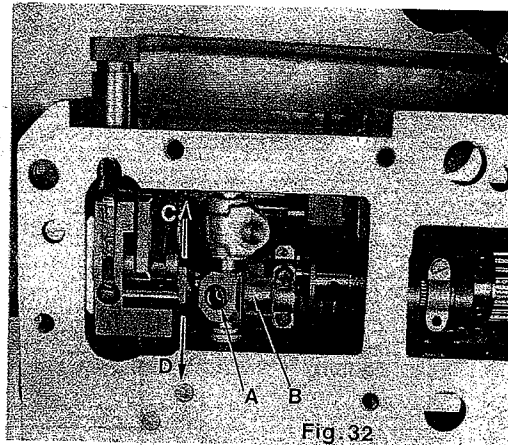

Fig. 32
2. Loosen screw (A, Fig. 32).
3. If the difference between dimension "A" and dimension "B" (Fig. 31) is less than 0,8 - 1 mm = .032 - .04 inch, lever (B, Fig. 32) must be moved in the direction of the arrow to "D".
If the difference is more than 0,8 - 1 mm = .032 - .04 inch, lever (B, Fig. 32) must be moved in the direction of the arrow to "C".
2. Lösen Sie die Schraube (A, Fig. 32).
3. Ist der Unterschied zwischen Maß "A" und Maß "B" (Fig. 31) kleiner als 0,8 - 1 mm muß der Hebel (B, Fig. 32) in Pfeilrichtung nach "D" verschoben werden.
Ist der Unterschied größer als 0,8 - 1 mm muß der Hebel (B, Fig. 32) in Pfeilrichtung nach "C" verschoben werden.